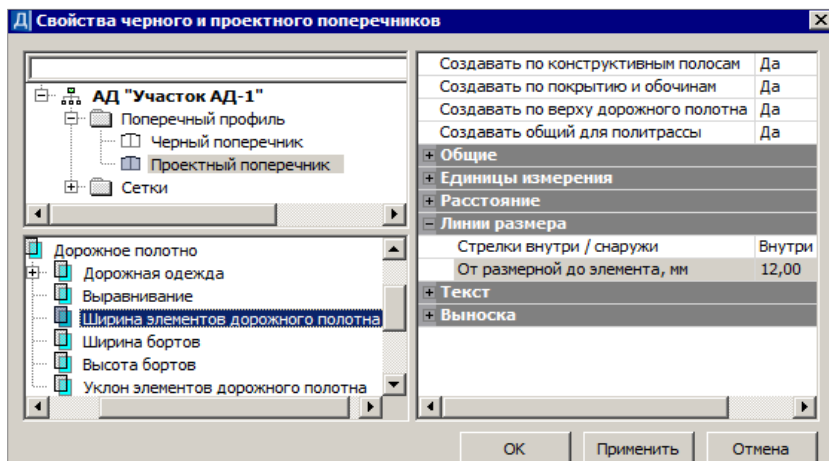

Рис. 29.4
- Откройте диалог **Свойства черного и проектного поперечников** в меню **Установки** и отредактируйте значение параметра *От размерной до элемента* для ширины элементов дорожного полотна (рис. 29.4).